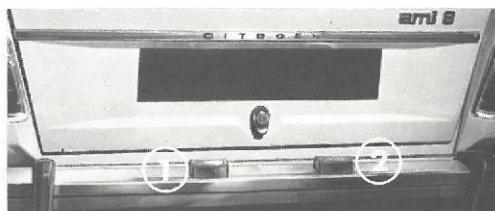

Fig. 37 – Nummerpladebelysning
**Nummerpladebelysning (fig. 37)** type R19/5 12V, 5W